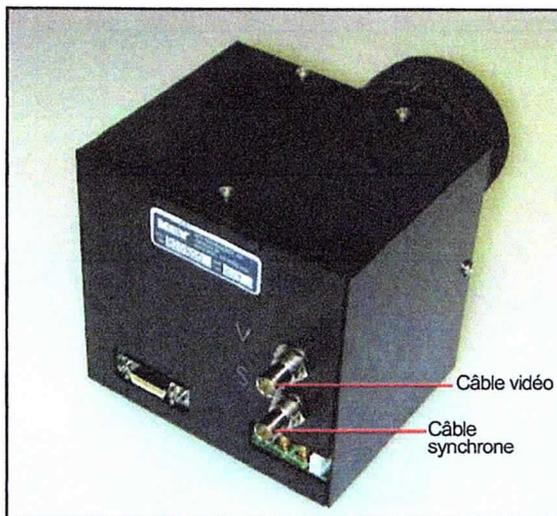

Figure 9-11 Connexions de l'oscilloscope à la chambre photographique
4. A l'aide de câbles coaxiaux 1:1 avec connecteurs BNC, connecter le canal 1 de l'oscilloscope à la connexion vidéo et le canal 2 à la connexion synchrone située à l'arrière de la chambre photographique (voir la Figure 9-11).